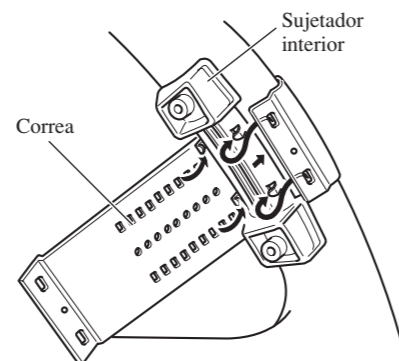

Fig. 15
1. Asegure el sujetador interior en el interior de la circunferencia del volante con la correa. (Fig. 15)